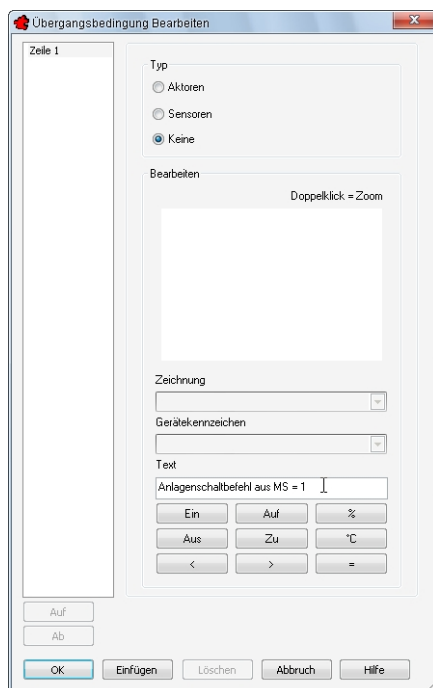

Bild 1.14 – Übergangsbedingungen werden ohne Rahmen gezeichnet.
- Klicken Sie auf *OK*, da Sie die beiden Übergangsbedingungen getrennt eintragen müssen, um unabhängige Verbindungslinien zu erreichen. Wählen Sie das ODER-Gatter, um die Verbindungslinie zu zeichnen (Abb. 1.14).